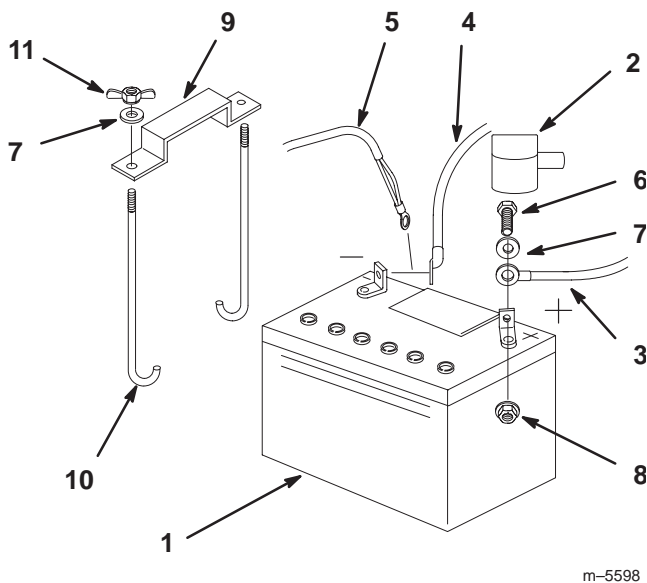

Figure 58
1. Placez la batterie dans son support en tournant les bornes vers le moteur (Fig. 58).
4. Fixez les câbles à l'aide de 2 boulons (1/4 x 3/4"), 2 rondelles (1/4") et 2 contre-écrous (1/4") (Fig. 58).
6. Fixez la batterie en position avec des boulons en J, une barrette de maintien et 2 rondelles (1/4"), ainsi que 2 écrous papillons (1/4") (Fig. 58).
3. Débranchez d'abord le câble négatif et le câble de masse de la borne négative (-) de la batterie (Fig. 58).
4. Ôtez le capuchon rouge de la borne positive (rouge) de la batterie. Retirez ensuite le câble positif (rouge) de la batterie (Fig. 58).
5. Retirez les deux écrous papillons (1/4") de fixation de la barrette de maintien de la batterie (Fig. 58).